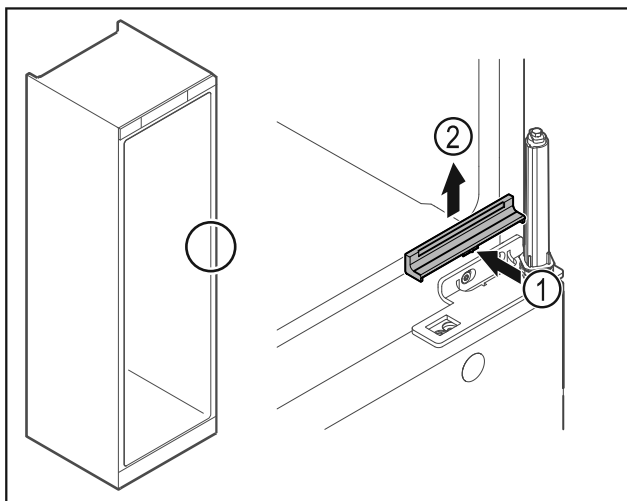

Fig. 31
- ▶ Finoman nyomja be a közepén a burkolatot Fig. 31 (1), és felfelé vegye le Fig. 31 (2).